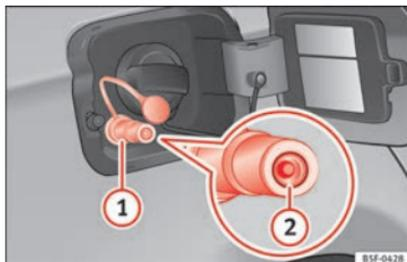

Fig. 173 Sportellino del serbatoio aperto: bocchettone di rifornimento del gas (1), anello di tenuta del bocchettone di rifornimento (2).
- Togliere il tappo del bocchettone di rifornimento del gas » **fig. 173** .